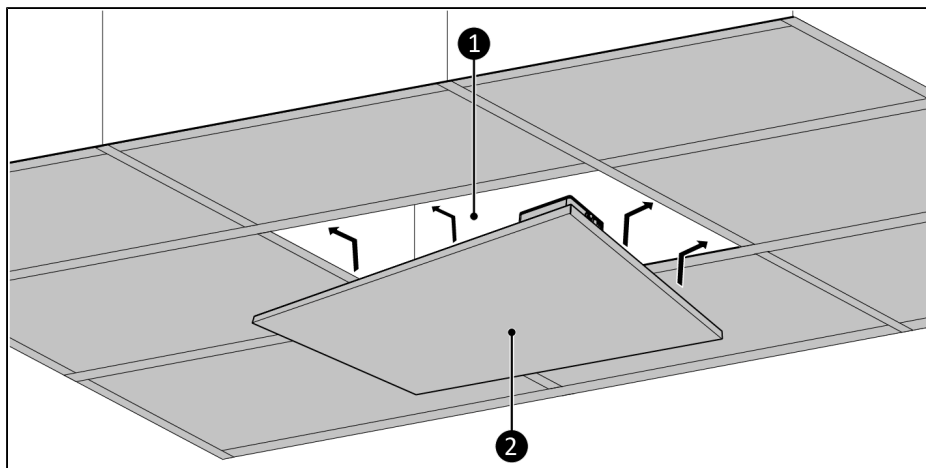

Figure 84.
1. Retirez la plaque de plafond (Figure 84, pos. 1) à l'endroit où vous souhaitez installer l'appareil.
3. Placez l'appareil avec précaution (Figure 84, pos. 2) dans le faux plafond (Figure 84, pos. 1).